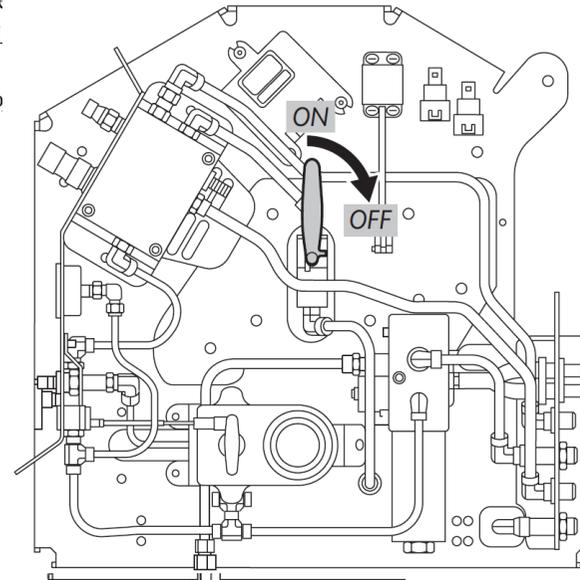

FIGURA 3: VÁLVULA DE CIERRE MANUAL DEL CILINDRO
2. Gire la manija de la válvula en el sentido de las agujas del reloj de APAGADO. (Figura 3)